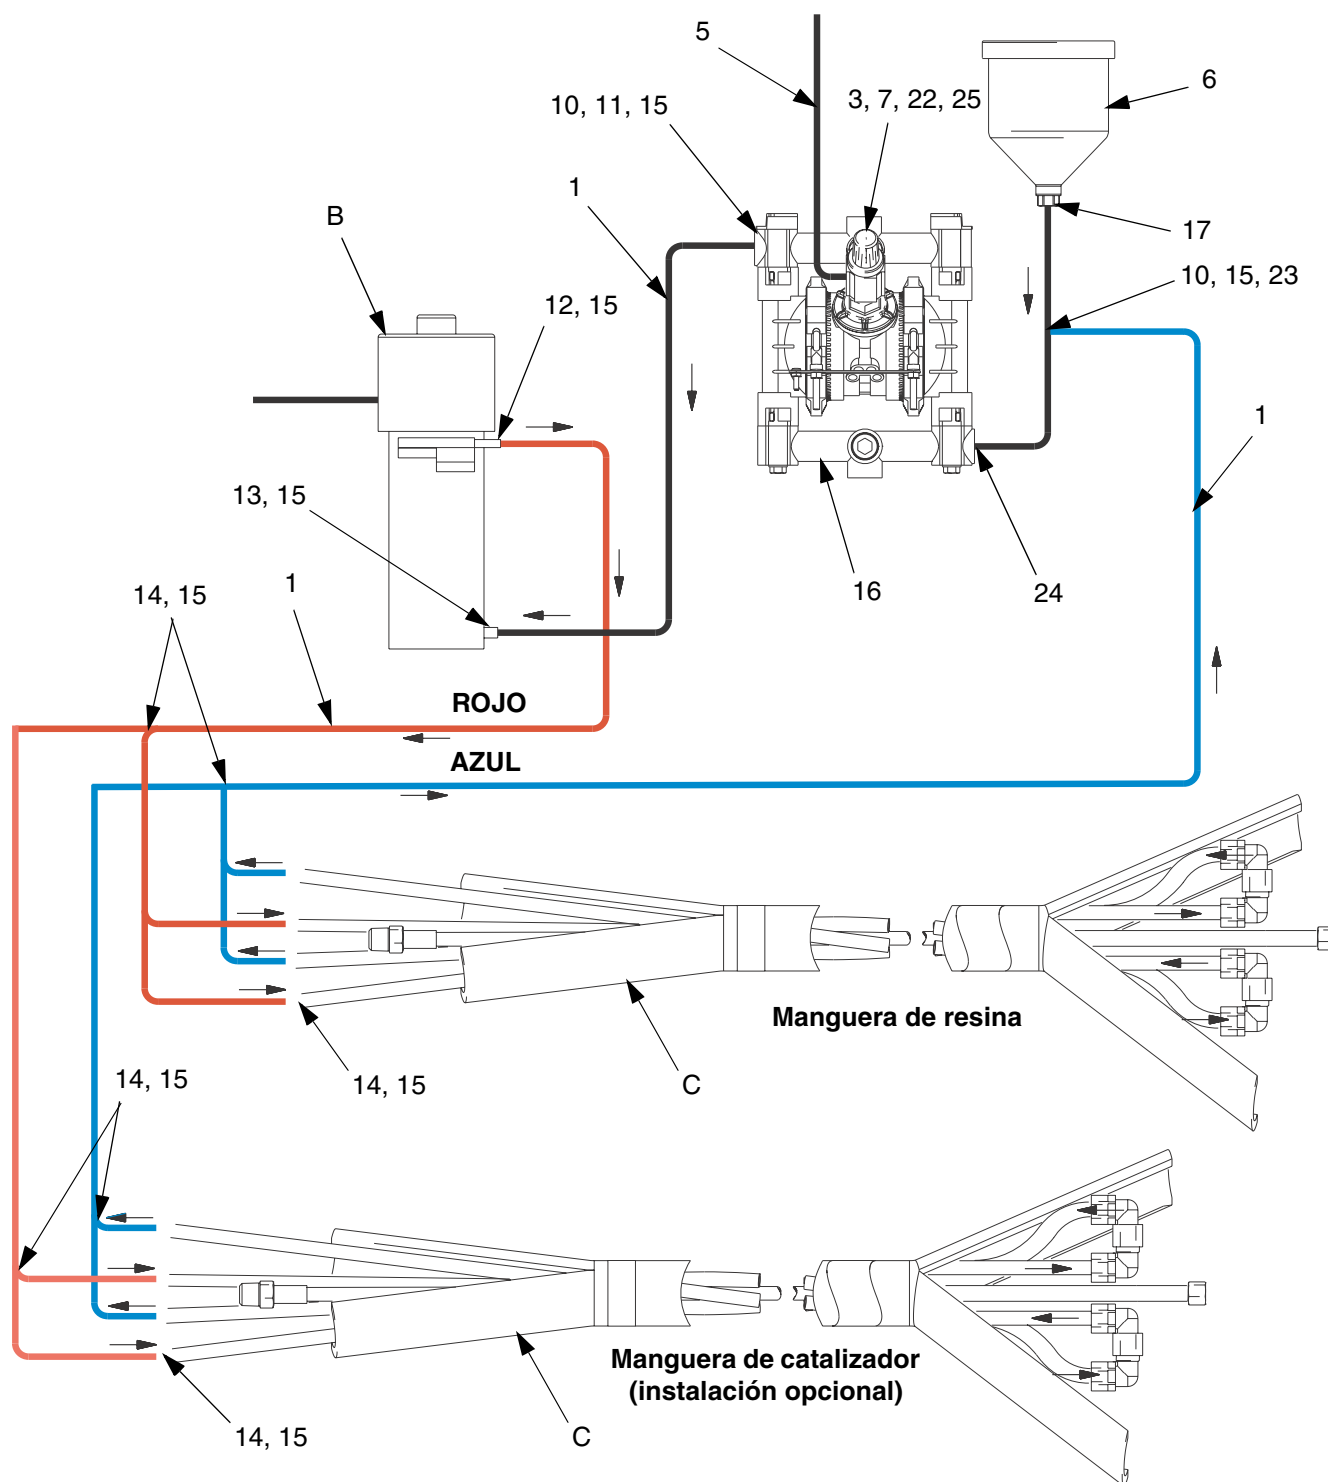
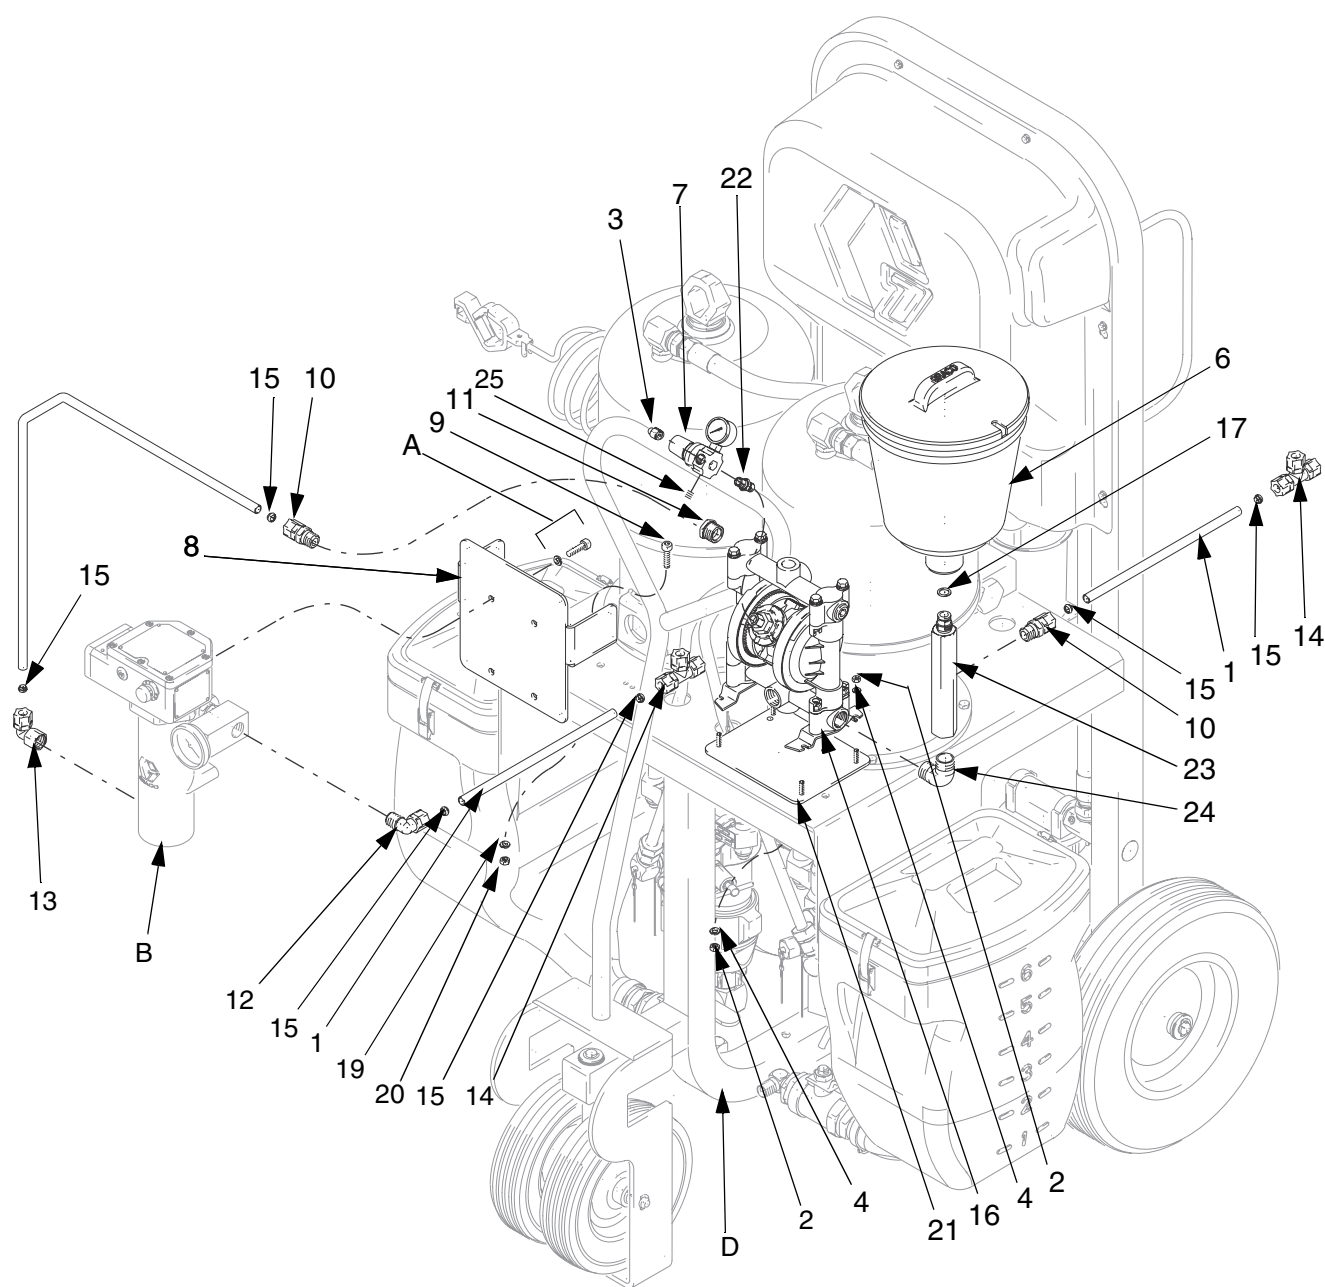

FIG. 1: Esquema de las conexiones de la línea de aire y de fluido
FIG. 2: Instalación del kit
Consulte FIG. 1 y FIG. 2
4. Conecte el cable del calentador VISCON HP (B) a su suministro de tensión. Siga el procedimiento de conexión del manual del VISCON HP.
5. Conecte el codo (24), el racor (23), la junta tórica (17), y el depósito (6) a la bomba Husky 716 (16). En el otro lado de la bomba, instale el casquillo (11) y el racor del tubo (10).
6. Conecte los racores del tubo (12, 13) al calentador VISCON HP (B).
7. Interconecte el depósito (6), la bomba Husky 716 (16), el calentador VISCON HP (B), y la manguera calefactada (C-FIG. 1), utilizando el tubo (1), los insertos del tubo (15) y los racores (10, 12, 13, 14) tal como se describe más abajo.
1. Retire los racores de plástico en forma de U de los extremos de la manguera calefactada. Vea FIG. 1.
Consulte FIG. 2